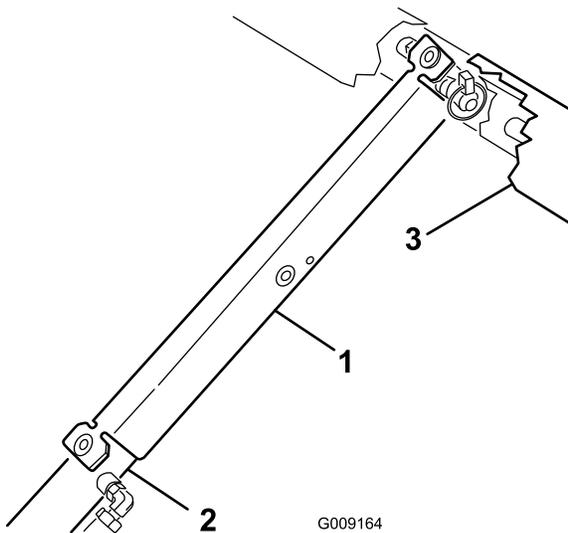

Figure 41
3. Poussez la béquille de sécurité sur la tige du vérin et appuyez bien les languettes d'extrémités contre l'extrémité du corps du vérin et l'extrémité de la tige du vérin (Figure 41).